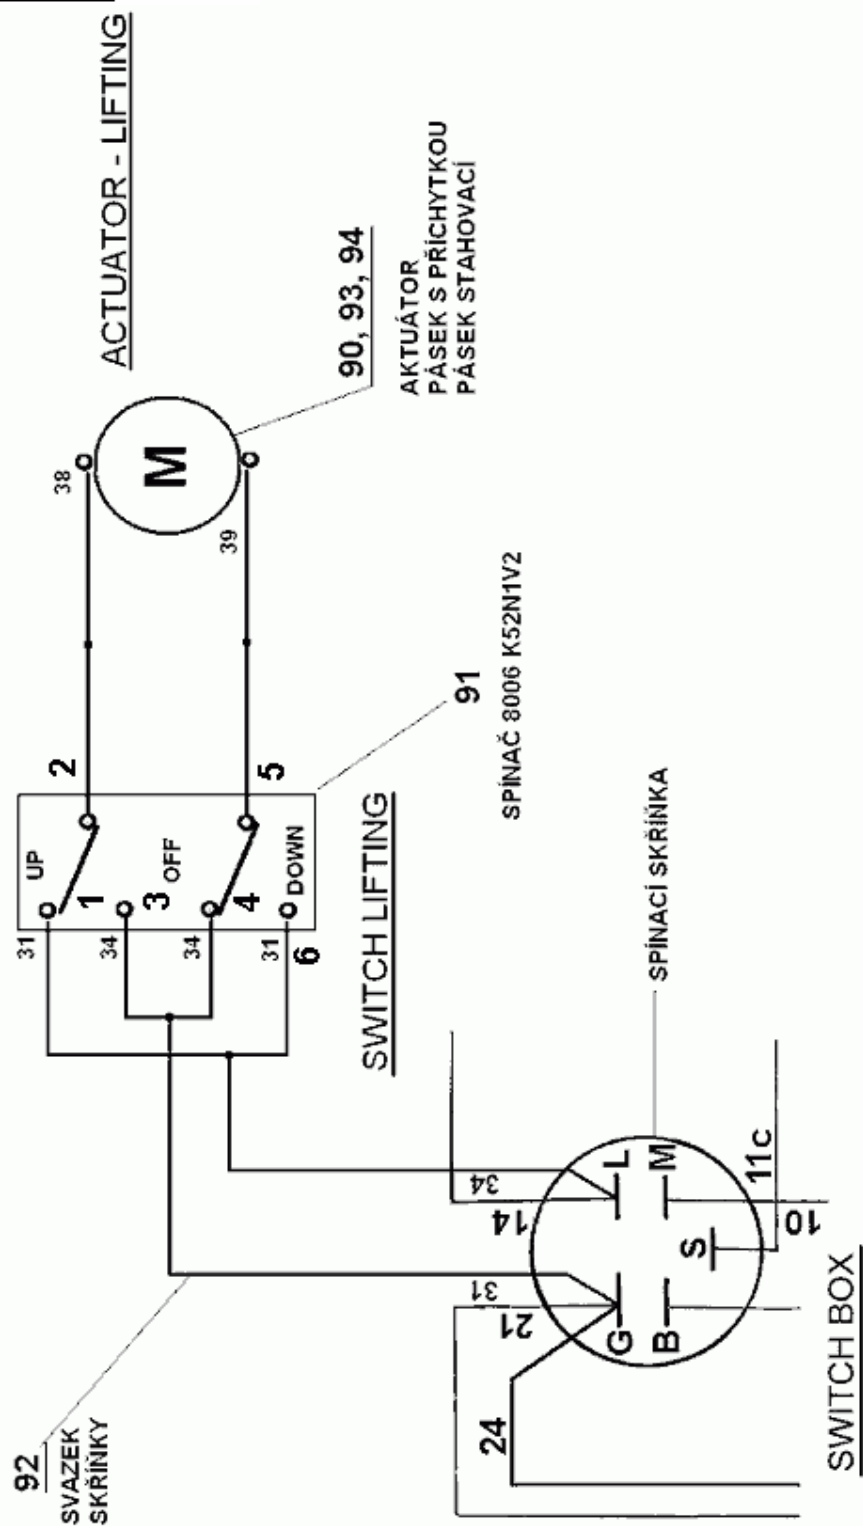

Abb. 13
- der Stromleiterausgang unter der Platte schalten Sie laut beigefügten Schema an **/Bild 13/**